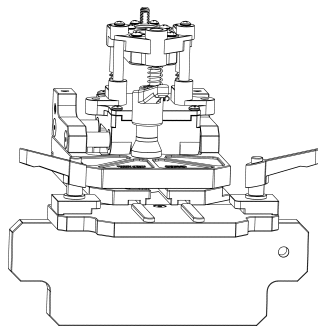

FIG. 2
2. Pour assembler le Pocket Mill Pro à un angle, desserrez les deux petits boutons de réglage (pièce no 16) des deux côtés de l'angle et alignez chaque bloc de serrage (pièce no 11) sur les deux côtés de la plaque d'assemblage. Glissez le Pocket Mill Pro dans les fentes à l'angle indiqué dans la figure 2. Serrez les poignées de fermeture.